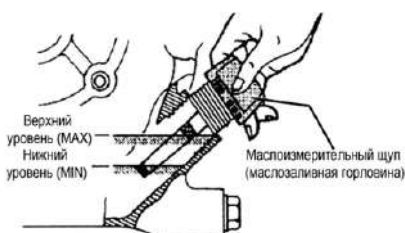

Рис. 5. Уровень масла в двигателе
- проверить уровень масла в двигателе и добавьте, если его уровень низок (см. рис. 5);